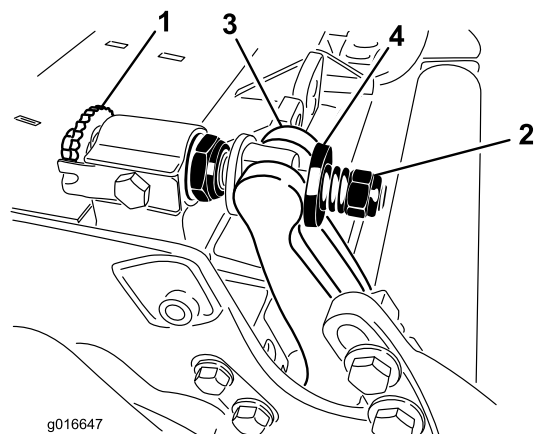

Рисунок 30
1. Поворачивайте регулировочные винты планки неподвижного ножа против часовой стрелки, чтобы отодвинуть неподвижный нож от барабана (Рисунок 30).
2. Ослабьте гайку натяжения пружины так, чтобы шайба не нажимала на планку неподвижного ножа (Рисунок 30).